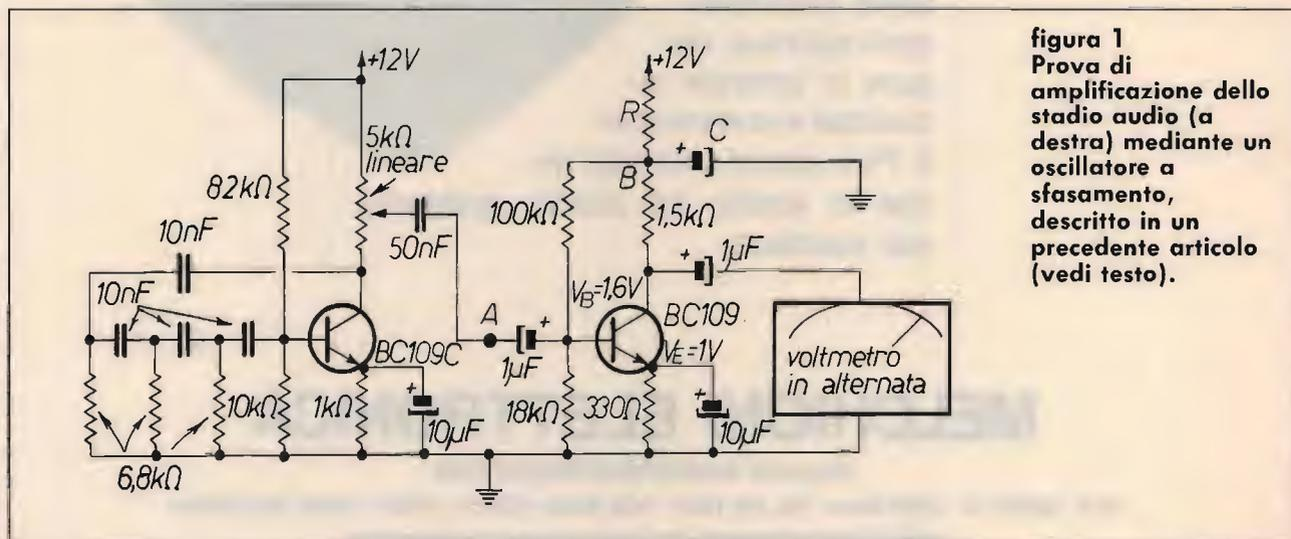
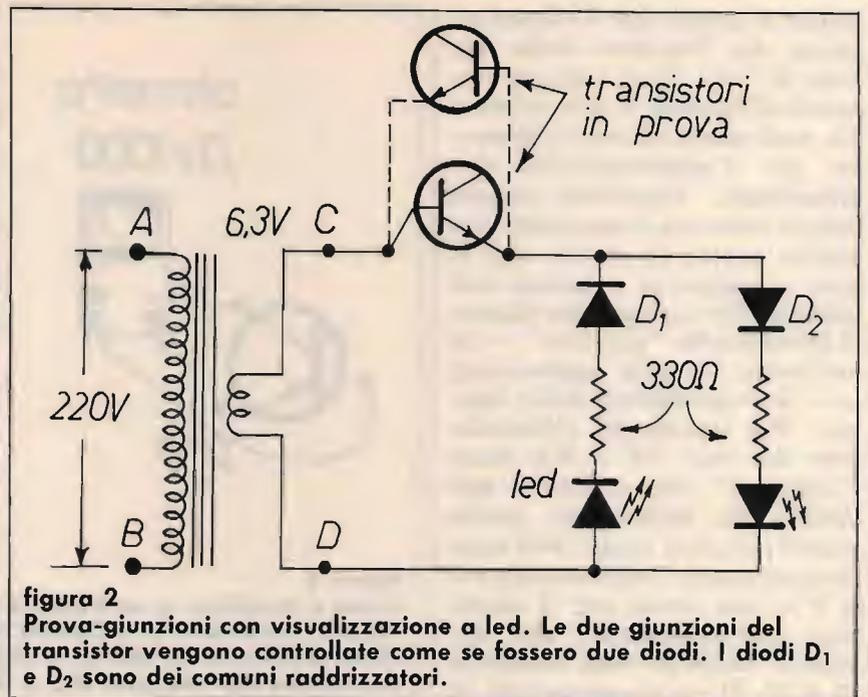
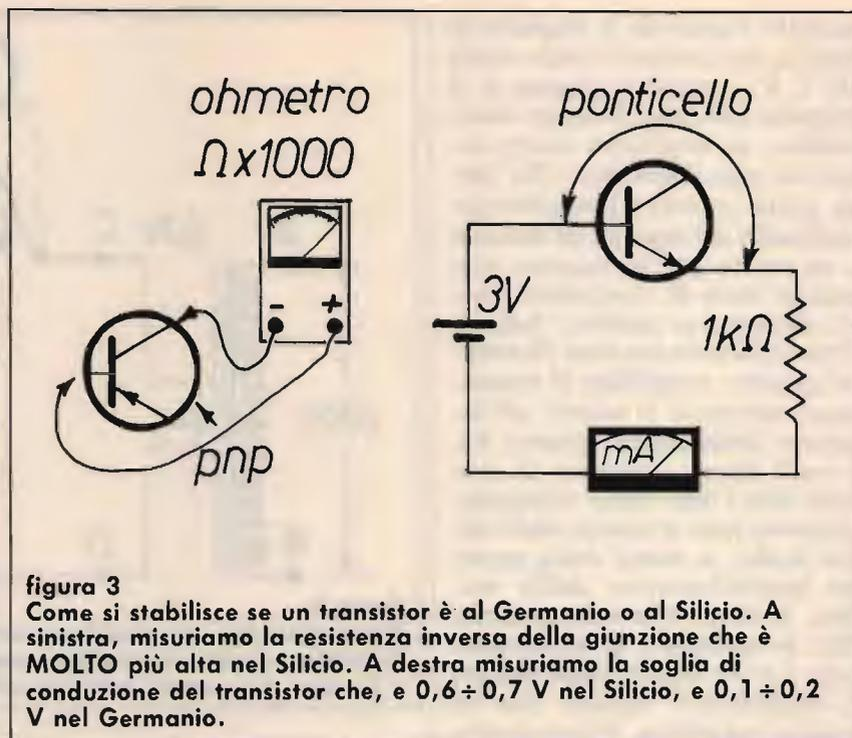
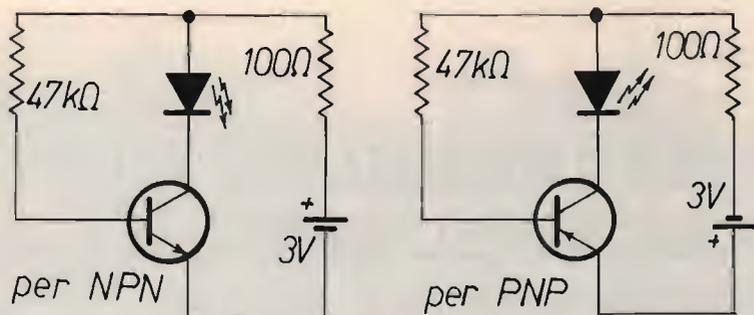

figura 1
figura 2
figura 3
figura 4
Si tratta delle stesse prove che abbiamo effettuato con il triodo (1). Come generatore audio usiamo lo stesso oscillatore a sfasamento che abbiamo costruito tempo fa, e che va collegato allo stadio come illustrato in figura 1 (non dimenticare il collegamento di massa fra oscillatore e stadio in prova). Prima di procedere, vorrei rispondere a un paio di Lettori che mi hanno scritto che l'aggeggio non oscillava. Come detto nell'articolo in questione (2),
Un guadagno di cinque volte potrebbe essere un po' poco; allora si divide il resistore di emettitore in due parti, la cui somma sia — mi riferisco sempre alla figura 1 — 330 Ω , e si bypassa con un elettroliti-
co soltanto uno di questi due resistori. In questo modo possiamo avere l'amplificazione che più ci interessa. Dopo aver stabilito che il transistor amplifica a dovere, andiamo a controllare quei punti dove il segnale audio **non** ci deve essere, il che è molto importante. Sempre riferendomi alla figura 1, non deve esserci segnale sull'emettitore e sul punto B, dove c'è appunto la rete di disaccoppiamento, la cui funzione è quella di mandare a massa il segnale. In altre parole, il segnale deve entrare nella base e uscire dal collettore. Ovviamente questo è vero per il circuito di figura 1, dove il transistor è montato nella configurazione a emettitore comune e resistore di emettitore bypassato. Se si fosse trattato di un "emitter-follower" (inseguitore di emettitore), il segnale sarebbe entrato per la base e sarebbe uscito dall'emettitore; non ci sarebbe stato segnale sul collettore.
semplice prova-diodi con visualizzazione a led, che avevo desunto da un articolo dei colleghi Caracausi e Saelli (CQ, Febbraio 1980), i quali avevano descritto un dispositivo per provare diodi, scr e triac. Un Lettore mi ha chiesto se il prova-diodi è adatto anche per controllare le giunzioni dei transistor, le quali sono due diodi. Beh, direi di sì. In figura 2 ho disegnato lo stesso circuito; al posto del diodo, ci ho messo la giunzione di un transistor. Come è mia abitudine, ho fatto subito la prova. Ho cominciato con un transistor al Germanio (AC128), e poi con il solito BC109. Per quello che riguarda il controllo, si procede come se fosse un diodo. Se la giunzione conduce, si accende il diodo a destra; rovesciamo la giunzione, e si accende il led a sinistra, perché adesso passa, attraverso la giunzione, la semionda negativa della tensione alternata. Se non si accende niente, la giunzione è "open" (interrotta). Infine, se si accendono entrambi i led, la giunzione è in corto. Circa la costruzione di questo aggeggio non c'è niente di critico. Il trasformatore da me
usato è quello per l'alimentazione dei filamenti delle valvole (6,3 V). Se il Lettore trovasse difficoltà a procurarselo, può usare un trasformatore per l'alimentazione dei transistori. Conviene acquistarne uno con il secondario a molte prese, in modo che si può scegliere la tensione più adatta. Per coloro che hanno il laboratorio "piccolo" — lo scrivente ha uno sgabuzzino — c'è il problema dello spazio. Per questo gli alimentatori del mio TX e RX sono "separati" dai rispettivi apparati, in modo che posso usarli per altri scopi. Nel caso in questione, l'alimentatore a 6 V lo uso anche per il saldatore per transistor, che appunto richiede una tensione di 6 V. Il prova-giunzioni di figura 2 può essere completato con l'aggiunta di un indicatore luminoso per non dimenticarsi di spegnerlo. Essendo il mio alimentatore molto vecchio, uso ancora una lampadina al neon ai capi del primario (fra i punti A e B). Si può usare un led sul secondario con relativa resistenza limitatrice (fra i punti C e D). **COME SI DISTINGUE un transistor al Germanio da uno al Silicio.** Un metodo è di controllare la I_{CB0} (corrente inversa fra collettore e base), come abbiamo già fatto qualche mese fa (4). In un transistor al Germanio passa una corrente di qualche microampere, che un tester può accusare. Nel Silicio questa corrente è così piccola che l'ago non si sposta affatto. Un metodo più rapido è di controllare la resistenza inversa delle giunzioni, come si vede in figura 3 a sinistra (ricordo che molti transistor al Germanio sono pnp). Nel caso di un transistor al Germanio l'ago dello strumento si sposta, mentre rimane fermo se si tratta di un transistor al Silicio. A ben guardare, questo metodo è lo stesso del precedente; il Lettore sa che l'ohmetro è un amperometro. Quando misuriamo
la resistenza inversa, si misura in pratica la I_{CB0} . Nei transistori di potenza la I_{CB0} aumenta, ma la differenza fra Germanio e Silicio resta sempre così forte che non si può sbagliare. In ogni modo, se si avessero dei dubbi, si misura la soglia di conduzione della giunzione, che è molto più alta nel Silicio, e anche di questo abbiamo parlato più volte. Montato il circuito di figura 3 a destra, ponticelliamo il transistor: l'amperometro segnerà 3 mA. Togliendo il ponticello, la corrente scenderà a 2,8 mA se si tratta di Germanio, mentre scenderà a 2,4 mA se si tratta di Silicio. **Trappola!** Quando misuriamo la resistenza inversa di un transistor al Silicio, l'ago non si sposta; ma questo accade anche se la giunzione fosse interrotta! Rovesciare i puntali! Vediamo adesso come si determina se si tratta di Silicio o Germanio quando il transistor è in un circuito. Nello stadio di figura 1, possiamo misurare tranquillamente la tensione tra emettitore e base; troveremo il solito valore di 0,6 ÷ 0,7 V. Potremmo anche misurare la V_B , e sottrarre la
V_E ($1,6 - 1 = 0,6$ V). C'è però l'inconveniente che il voltmetro ci misura la V_B per difetto, a causa del grosso resistore da 18 kΩ. Ci conviene fare il calcoletto per sapere quale è la tensione nel punto di incrocio dei due resistori del partitore. In questo caso la tensione sulla base sarà leggermente superiore a 1,6 V, perché abbiamo trascurato la I_B , che però è molto inferiore alla corrente di fuga del partitore; per conseguenza, il risultato è accettabile. Per terminare, vediamo il caso quando c'è solo un resistore fra base e alimentazione (o fra base e collettore). In questo caso non possiamo sistemare il voltmetro tra emettitore e base, perché esso, a causa della sua resistenza interna, viene a formare un partitore sulla base, che altera il funzionamento del transistor. Ci conviene togliere la tensione, e misurare la resistenza inversa della giunzione base-emettitore (vedi figura 3 a sinistra); l'unica differenza è che misuriamo l'altra giunzione. Per questi due casi (unico resistore sulla base) rimando ai due articoli apparsi in CQ, Ottobre '88 (Il circuito fonda-
PROVA-TRANSISTOR con visualizzazione a led. Il prova-giunzioni di figura 2 ci dice se le due giunzioni sono OK oppure no. Se ci interessa calcolare esattamente il beta, si adopera il circuito descritto nell'articolo riguardante il controllo del transistor (4). Spesso non ci interessa calcolare esattamente il beta, ma sapere soltanto se il transistor amplifica; in questo caso, si può utilizzare il semplicissimo dispositivo di figura 4, la cui spiegazione è immediata: se il led si accende, il transistor funziona. Il resistore di polarizzazione si sceglie in modo che passino nel collettore alcuni milliampere per fare accendere il led. Ho provato con un BC109, la I_C è risultata di una decina di milliampere. Il resistore da $100\ \Omega$ ha funzione protettiva. Se emettitore e collettore fossero in cortocircuito, passerebbero un centinaio di milliampere, forse troppi per il povero led. Ho voluto fare questa prova, e il led ha resistito a una corrente così forte; ovviamente